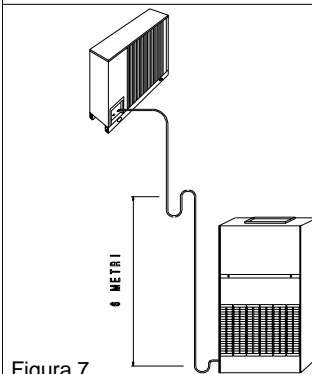

Figura 7
- Para subidas en vertical prever además de la curva a U en la base, un sifón de recogida de aceite cada 6 metros (véase Figura 7).